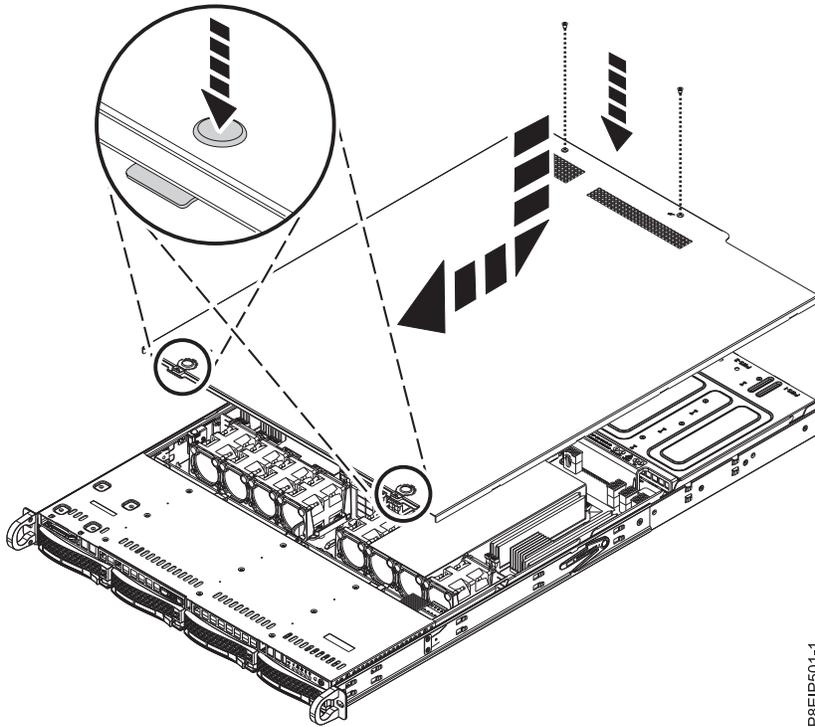

Abbildung 58. Abdeckung wiedereinbauen und befestigen
2. Schieben Sie die Abdeckung so weit nach vorne, bis sie einrastet (siehe Abb. 58).